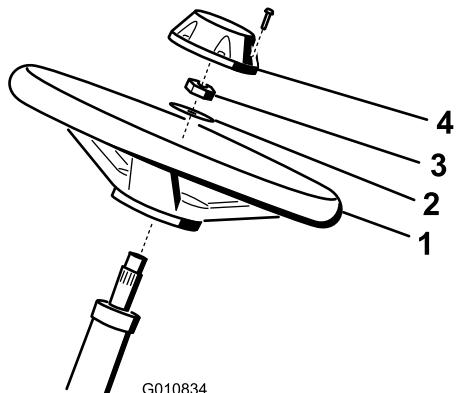

図 6
- ステアリングシャフト図6に表示に、固着防止コンパウンドを塗りつける。
- ワッシャとロックナットを使用して、ステアリングシャフトにハンドルを取り付ける図6。
- ハンドルにキャップを取り付ける図6。